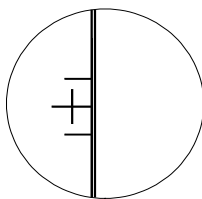

图 10
5.3.3 旋转测微目镜左、右毂轮, 使两条刻线的内侧边缘无限接近, 两条刻线间的透光缝逐渐减少, 趋于无光隙的临界状态, 按 “CLR-D” 键置零 (图 10)。